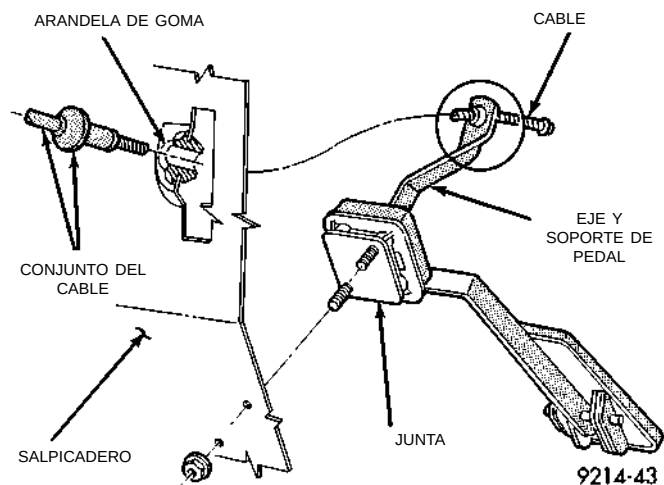
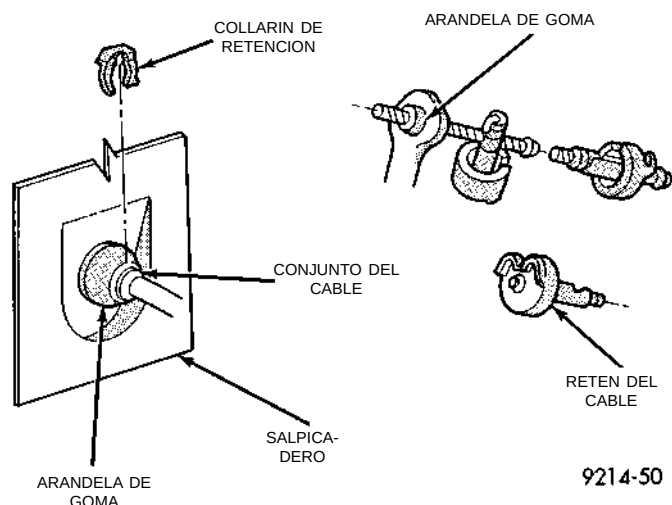
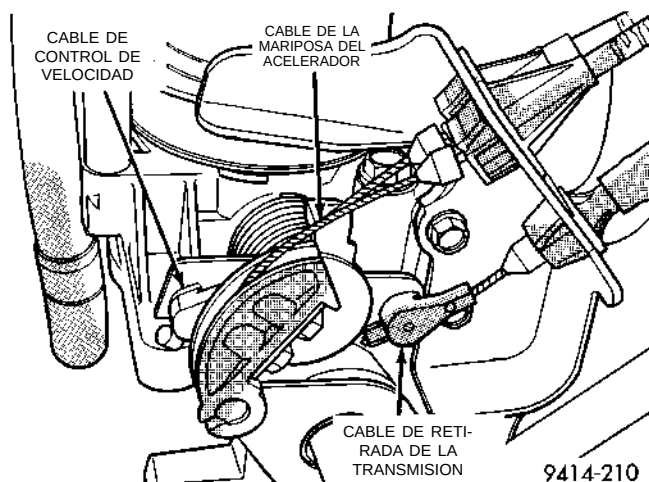
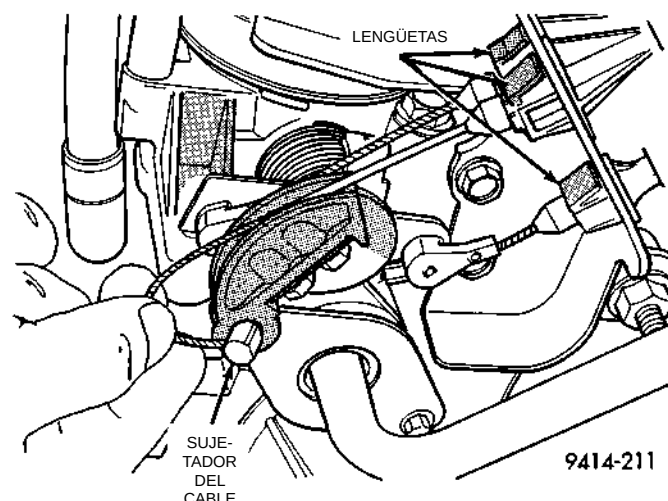

Fig. 36 Pedal del acelerador y cable de la mariposa del acelerador—Vista frontal
Fig. 37 Pedal del acelerador y cable de la mariposa del acelerador—Vista posterior
Fig. 41 Fijación de los cables al cuerpo de la mariposa
Fig. 42 Desconexión del cable de la mariposa del acelerador
(1) Desde el compartimiento del motor, retire el protector de la palanca de aceleración.
(2) Mantenga la manija de admisión del cuerpo de mariposa en la posición de abertura completa. Retire de la leva del cuerpo de mariposa el cable de la mariposa del acelerador.
(3) Desde el interior del vehículo, sostenga levantado el pedal y retire el sujetador de cable y el cable de la mariposa del acelerador, del extremo superior del eje del pedal (Fig. 36) y (Fig. 37).
(4) Desde el compartimiento del motor, retire las tuercas de los espárragos del pedal del acelerador (Fig. 36). Retire el conjunto del vehículo.
lerador y su sujetador, del extremo superior del eje del pedal (Fig. 36) y (Fig. 37).
(2) Desde el compartimiento del motor, retire el cable de la mariposa del acelerador de la leva del cuerpo de mariposa (Fig. 41) y (Fig. 42).
- (3) Comprima las lengüetas de fijación del cable y deslice el cable para extraerlo del soporte.
- (4) Desde el interior del vehículo, sostenga elevado el pedal y retire el sujetador de cable y el cable de la mariposa del acelerador, del extremo superior del eje del pedal (Fig. 36) y (Fig. 37).
- (5) Retire el collarín de retención del cable y arandela de la mariposa del acelerador, situados en el salpicadero.
- (6) Desde el compartimiento del motor, retire el cable de la mariposa del acelerador de la arandela de goma del salpicadero. Esta arandela debe quedar en el salpicadero.
- (1) Desde el compartimiento del motor, empuje la conexión del extremo de la cubierta del cable e introdúzcala en la arandela de goma situada en el salpicadero.
- (2) Instale la cubierta del cable (extremo correspondiente al cuerpo de mariposa) en el soporte de instalación situado en el motor.
- (3) Desde el interior del vehículo, sostenga levantado el pedal e instale el cable de la mariposa del acelerador a través del orificio que hay en el extremo superior del eje del pedal. Instale el retén del cable (Fig. 37).
- (4) Instale el collarín de retención del cable.
- (5) Desde el compartimiento del motor, gire la manija de admisión hasta la abertura completa e instale el sujetador del cable (Fig. 42).